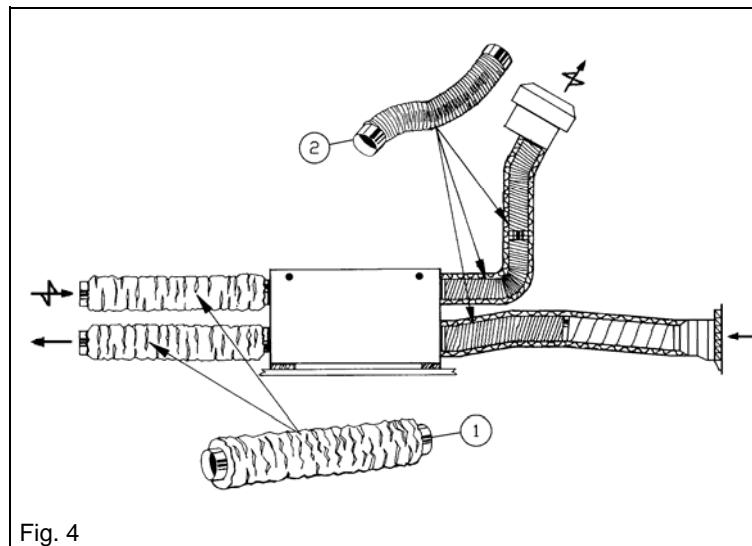

Fig. 4
### **Lyddemping (Fig. 4)**
### **Fleksible kanaler (Fig. 4)**
### **Ljuddämpning (Fig. 4)**
### **Flexibla kanaler (Fig.4)**
**Schalldämpfer (Fig. 4)**
**Flexible Rohre (Fig. 4)**
**Attenuation (Fig. 4)**
**Flexible ducting (Fig. 4)**